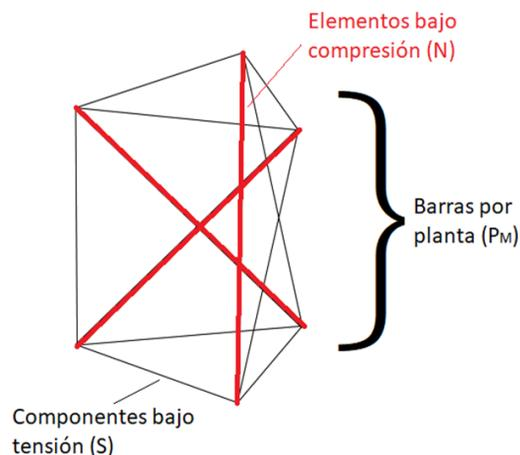

Figura 2 Elementos de la nomenclatura de Williamson y Whitehouse
Para clasificar las estructuras tensegríticas se han propuesto dos nomenclaturas. La primera, por Williamson y Whitehouse (2000), considera el número de elementos bajo compresión (N), el número de componentes bajo tensión (S), la disposición de la estructura en plantas o pisos (M) y el número de barras por planta (P_M). En esta nomenclatura, toda estructura se expresa como $(N,S;P_M)$. Por ejemplo, el Simplex se escribe $(3,9;3)$ (**Figura 2**).